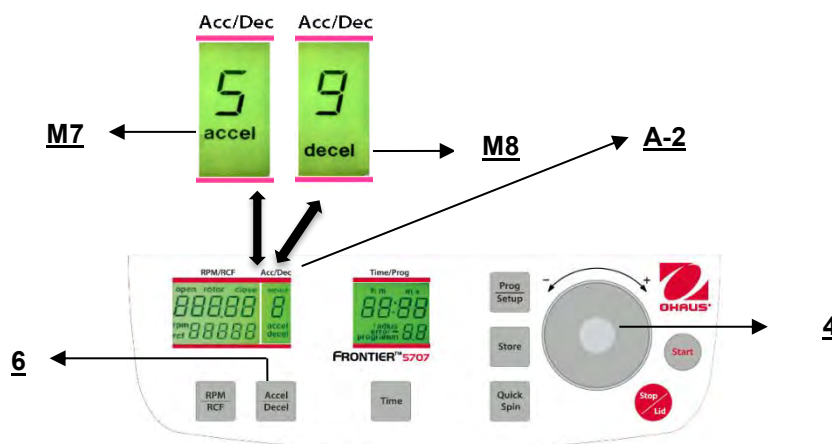

Figure. 18
Cette fonction est activée avec la touche **"Accel/Decel"** (6) (voir la figure 18).